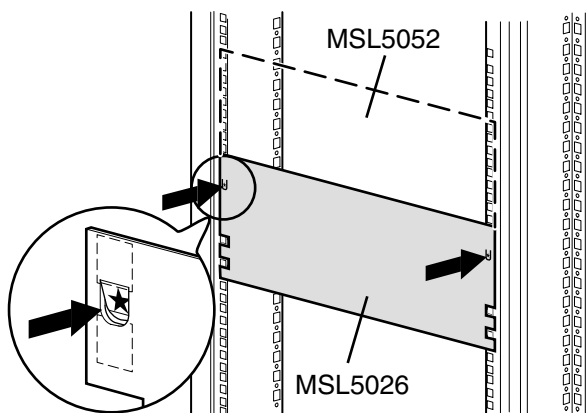

Figura 2–2. Plantilla de la biblioteca
1. Utilice la plantilla suministrada con la biblioteca para señalar la ubicación del hardware de montaje en los rieles de montaje del bastidor de Compaq (consulte la Figura 2–2).
2. Extraiga la plantilla y, a continuación, fije los rieles con las abrazaderas suministradas (consulte la Figura 2–3). Los soportes frontales de los rieles están montados de manera que los tornillos puedan colocarse directamente. Para los soportes posteriores es necesario instalar las tuercas de alojamiento en los rieles verticales posteriores del bastidor de Compaq.